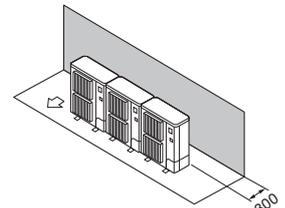

Fig. 2-8
- ① Hindringer kun bak (fig. 2-8)